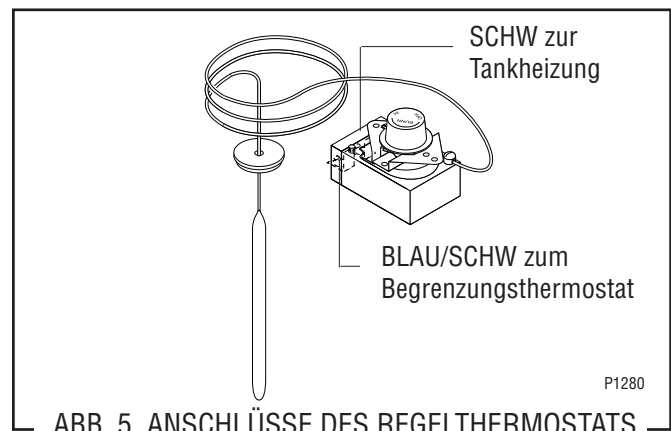

ABB. 5, ANSCHLÜSSE DES REGELTHERMOSTATS
8. Siehe Abb. 5 für den Wiederanschluss der Drähte.